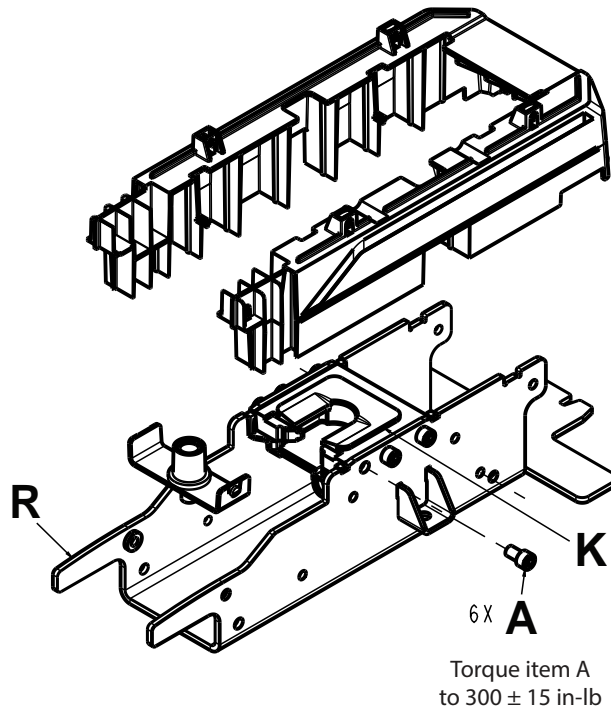

Figure 3 – Remplacement de l'interface côté pieds
2. À l'aide d'une clé à 6 pans de 1/4 po, enlever les six vis (A) reliant l'interface côté pieds (K) à l'ensemble soudé du côté pieds (R) (Figure 3). Conserver les vis.